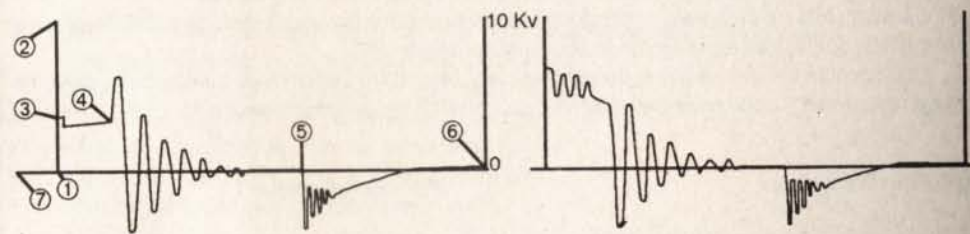

Fig. 6-14.— Oscilograma correcto.
5. Oscilogramas.— El osciloscopio es un instrumento electrónico, en cuya pantalla se proyectan las variaciones de voltaje del circuito secundario, obteniéndose el "oscilograma" (fig. 6-14).